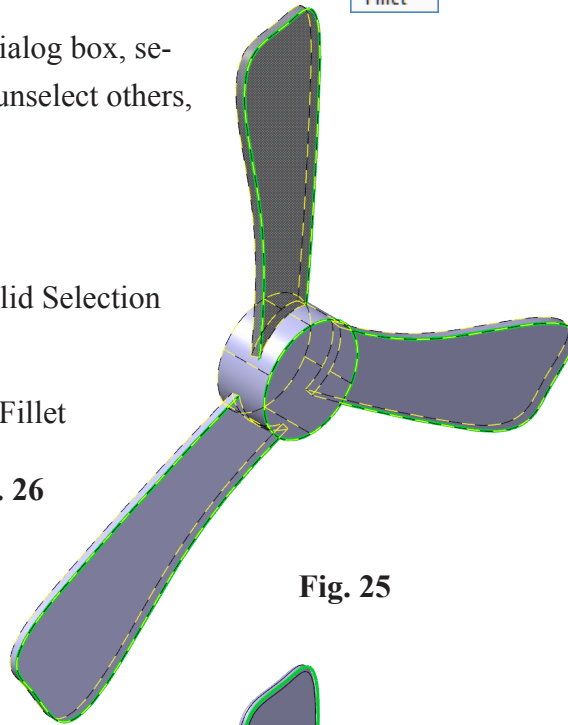

Fig. 25
Step 3. Click **solid**, **Fig. 25**.